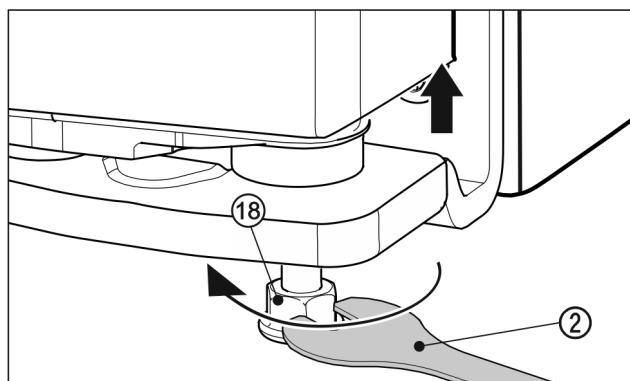

Fig. 25
- Para levantar la puerta, desenroscar hacia la derecha la pata de apoyo Fig. 25 (18) con la llave de boca Fig. 25 (2) suministrada hasta que entre en contacto con el suelo. A continuación, seguir desenroscando hasta que la puerta esté ajustada en altura. En el estado de entrega, el perno de apoyo está completamente enroscado.